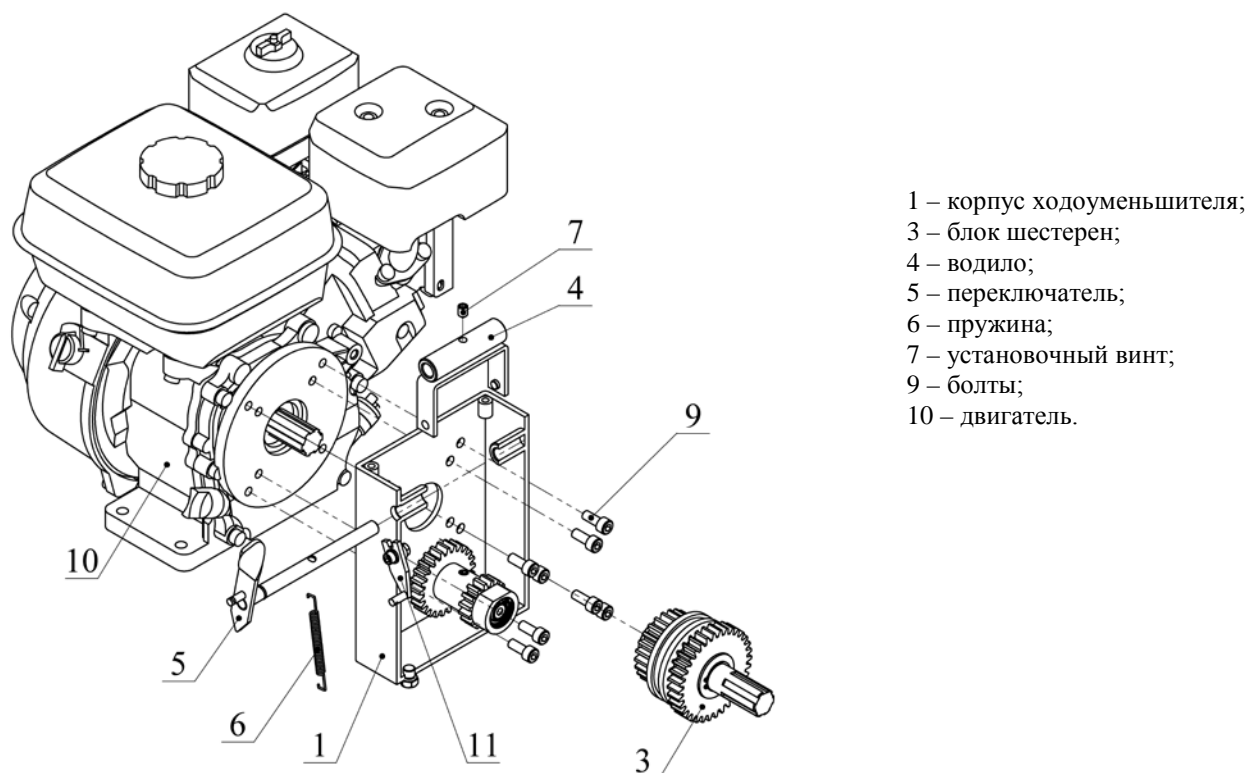

Рис.8 – Схема установки ходоуменьшителя на двигатель мотоблока
1. Обезжирьте сопрягаемые поверхности корпуса поз.1 ходоуменьшителя и двигателя поз.10 (рис.8).